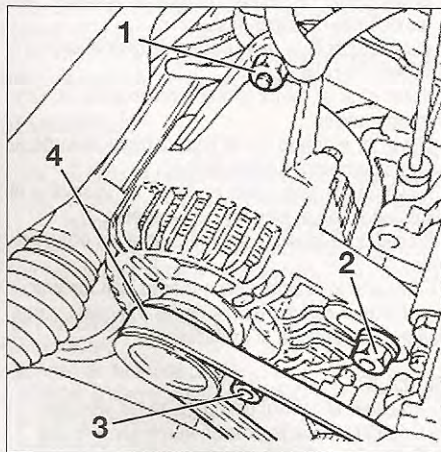

FIG. 10
- Aflojar la tuerca (1), el tornillo (2) y el perno (3) (fig. 10).
- Desmontar la correa del alternador (4).